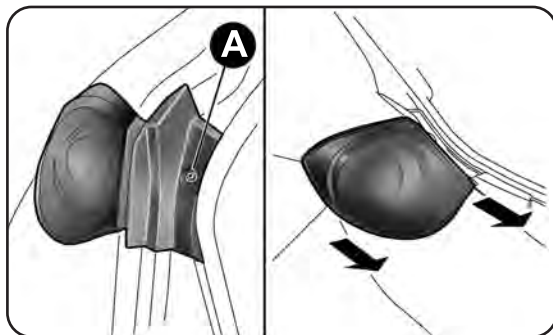

fig. 135
- apri il bagagliaio e svita la vite A-fig. 135 di fissaggio del gruppo ottico posteriore;
- estrai il gruppo ottico sfilandolo con entrambe le mani nel senso indicato dalla frecce (vedi fig. 135);